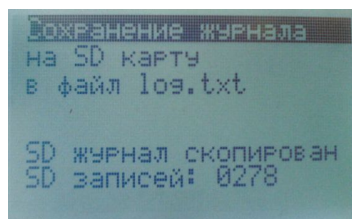

Рис.15
7.4.3. Подменю «Сохранить журнал» (рис.15) назначено для копирования журнала событий, размещенного в EEPROM ПРИБОРА, в файл log.txt размещаемый на карте памяти Micro CD. Установку/снятие карты в контактирующее поз.8 рис. А3 Приложения А. производите при отключенном питании.
- По окончании копирования появится подтверждающая запись (рис.15). Файл с именем log.txt заменяется новым файлом с этим же именем.